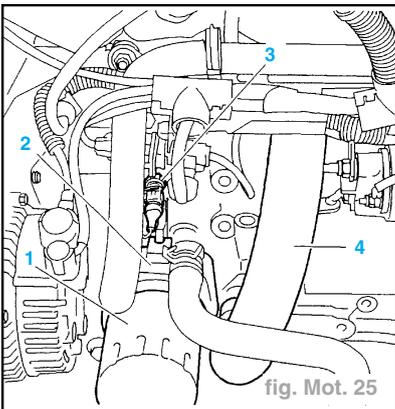

fig. Mot. 25
- le carter de distribution (3).
- les écrous (1).
- Serrer les vis (2).
- la cartouche de filtre à huile (1) (fig. Mot. 25).
- l'échangeur thermique (2).